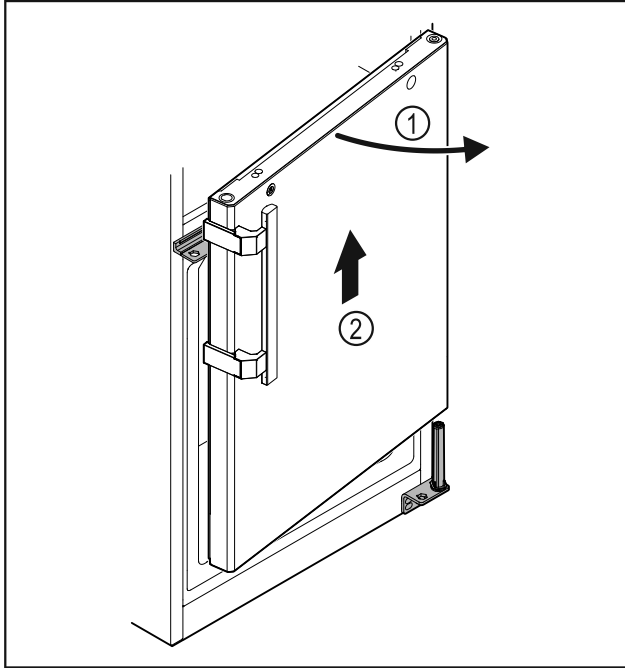

Fig. 32
- ▶ Дверцята Fig. 32 (1) трохи відкрити, приблизно на 200 мм підняти прямо вгору і зняти Fig. 32 (2).